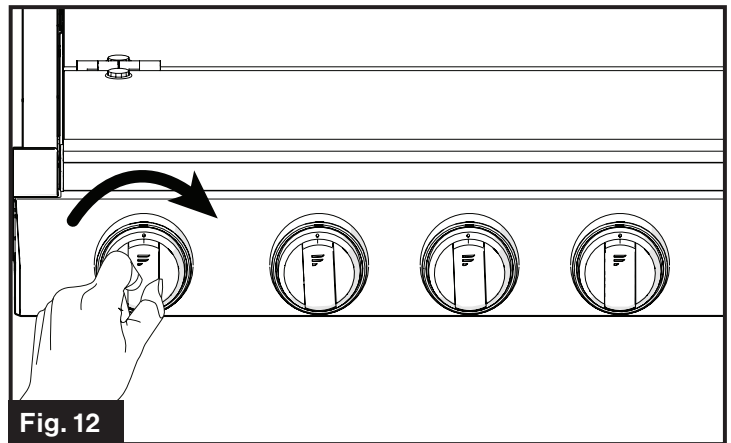

Fig. 12
3. Mantenga presionada la perilla de control del quemador y gire la perilla de encendido hacia la derecha repetidamente hasta que el quemador se encienda. (Fig. 12)